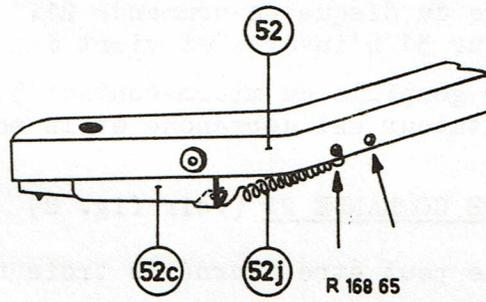

Fig.10
Par la force de traction du ressort 52j au support de tête, la tête de p.u. est relevée tandis que le levier 52f est tourné. Le ressort de traction 52j au support 52c détermine en même temps la pression de l'aiguille sur le disque (voir fig. 10). L'équerre de réglage 52k est fixée au bras de p.u. 52. Si le bras est tourné entièrement vers l'extérieur, cette équerre 52k se heurte contre la languette de réglage à l'équerre 43 (voir la fig. 14). Ainsi la course maximum vers l'extérieur (donc la dimension de pose) du bras de p.u. est déterminée.
- 4) Le ressort de traction 52j doit exercer une telle force sur le support de tête 52c qu'une force d'env. 11 gr est nécessaire (mesurée à la pointe de l'aiguille) pour pousser le système vers le haut. Ajuster éventuellement en accrochant le ressort dans l'autre trou ou en étirant ou raccourcissant le ressort (voir fig. 10).